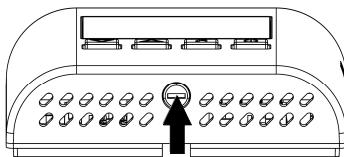

Abbildung 4
- 2** Drücken Sie mit Hilfe eines Schraubendrehers die Verriegelung (linke Gehäuseseite) nach hinten (Abb. 4).